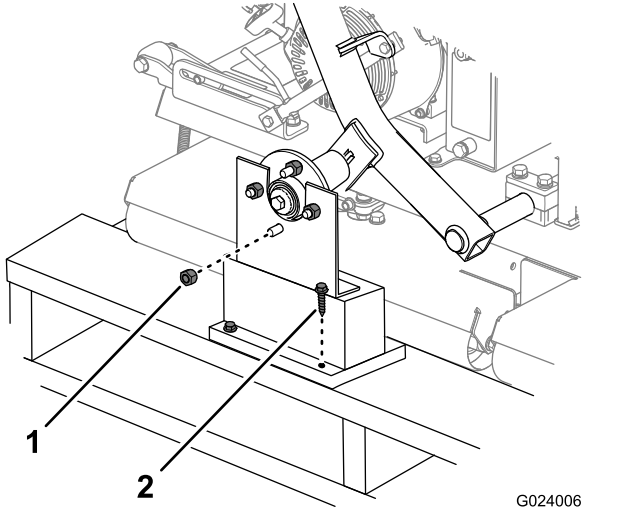

图3
1. 拆下将车轮轮毂固定到运输支架的车轮螺母 (图3)。此外、还要拆下拧在每个车轮轮毂螺栓上的螺母。